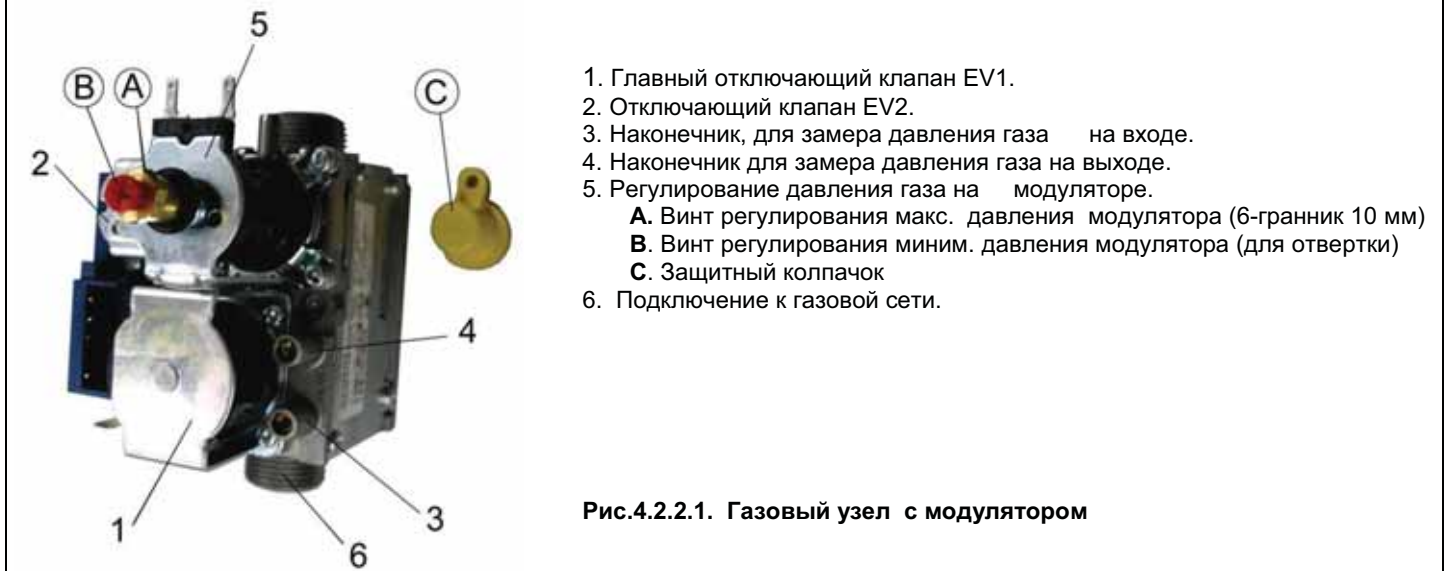

Рис.4.2.2.1. Газовый узел с модулятором
Перевод газового аппарата на другой вид газа, заключается в замене сопел горелки, приспособленных для сжигания данного вида газа, а также в регулировании минимального и максимального давления газа на модуляторе (рис.4.2.2.1.), а также регулировании давления газа для начальной и максимальной мощности аппарата на панели управления (смотри описание в п.4.2.3).
Необходимо проверить давление на входе и выходе газа, используя для этого пункты контроля давления газового узла рис.4.2.2.1. Элементы для регулировки «А» и «В», представлены на рис. 4.2.2.1
- снять защитный пластиковый колпачок «С» (рис.4.2.2.1.) и снять накладку с соединения катушки модулятора;
- отпустить на пол-оборота винтовую заглушку на наконечнике замера давления на выходе газа «4» рис. 4.2.2.1